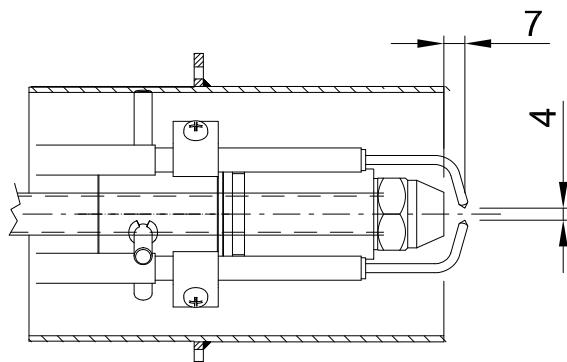

Рис. 36
- Проверить запальный электрод, почистить, при необходимости или закрепить его, или заменить. (см Рис. 36).
Отрегулировать положение электродов, согласно размеров, указанных на Рис. 36.